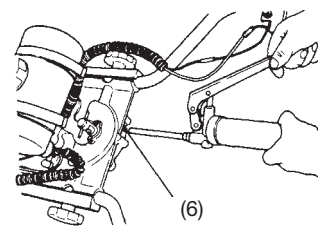

Fig. 11
- 1) Smør girkassen ved å pumpe inn multifunksjonsolje gjennom smørehullet hver 50. driftstunde. (Fig. 11)